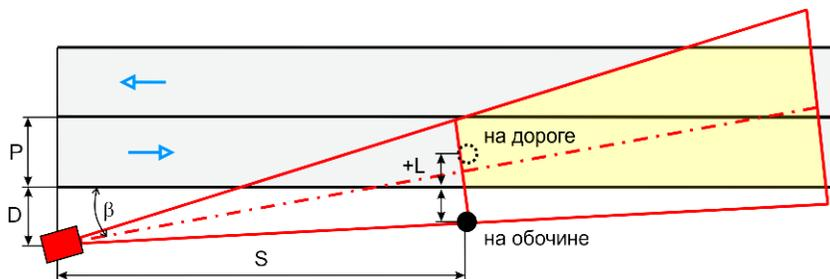
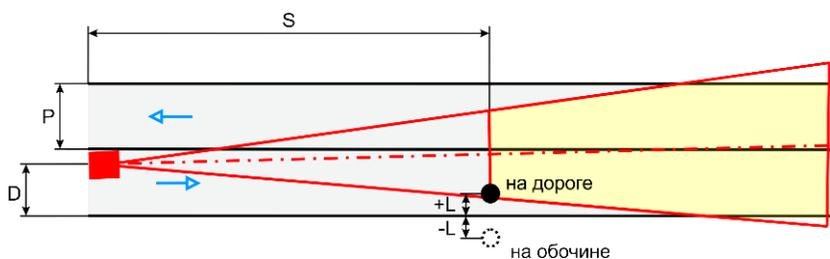

Рис. 7. Установка сбоку от проезжей части
Рис. 8. Установка над проезжей частью
- **Расстояние от дороги (D)** (на Рис. 7—Рис. 8) — расстояние от видеорегистратора до ближайшего края проезжей части.
- **Ширина полосы (P)**, в метрах.
- **Ширина разделительной полосы (H)** — ширина разделительной полосы, указывается более 0 м в случае, если имеется островок безопасности или широкая разделительная полоса.
После ввода параметров в блоке «Настройки вешки» будут указаны рассчитанные параметры размещения маркера-вешки, используемого для дальнейшей настройки (обозначен кружком на Рис. 7—Рис. 8):